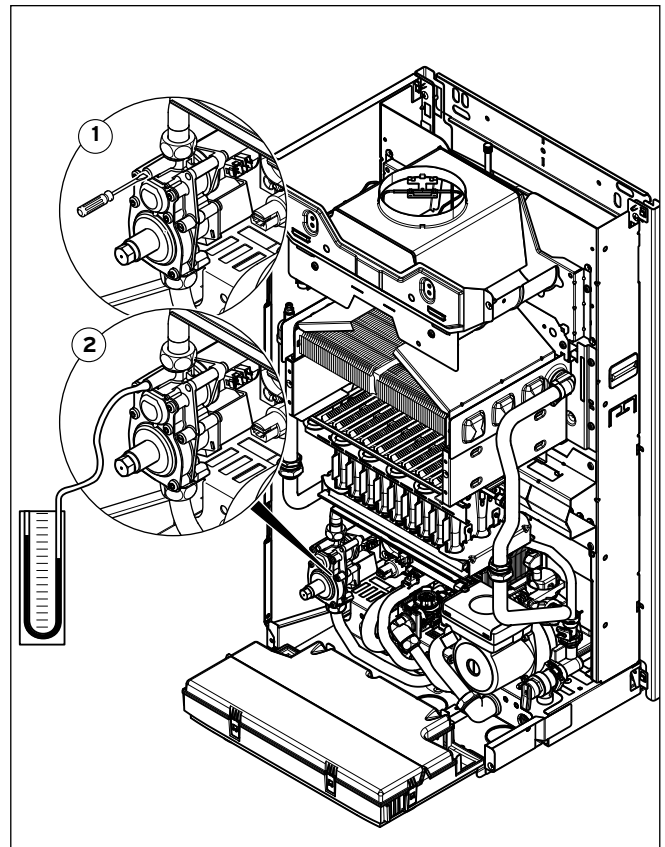

Abb. 6.5 Nennbelastung überprüfen
- Lösen Sie die Dichtungsschraube an der Gasarmatur (1 in Abbildung 6.5).
- Schließen Sie ein Digital-Manometer oder U-Rohr-Manometer an (2 in Abb. 6.5).
- Lösen Sie die Dichtungsschraube an der Gasarmatur (**1** in Abb. 6.5).
- Schließen Sie ein Digital-Manometer oder U-Rohr-Manometer an (**2** in Abb. 6.5).